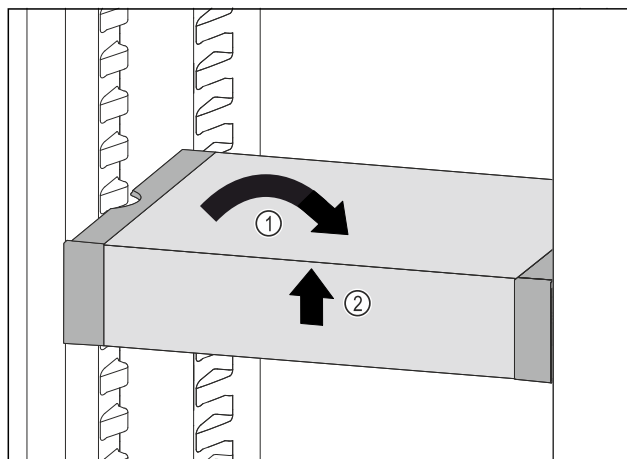

Fig. 129
- ▶ Állítsa egyenesbe a VarioSafe fiókot. Fig. 129 (1)
- ▶ Elöl emelje meg a VarioSafe fiókot. Fig. 129 (2)